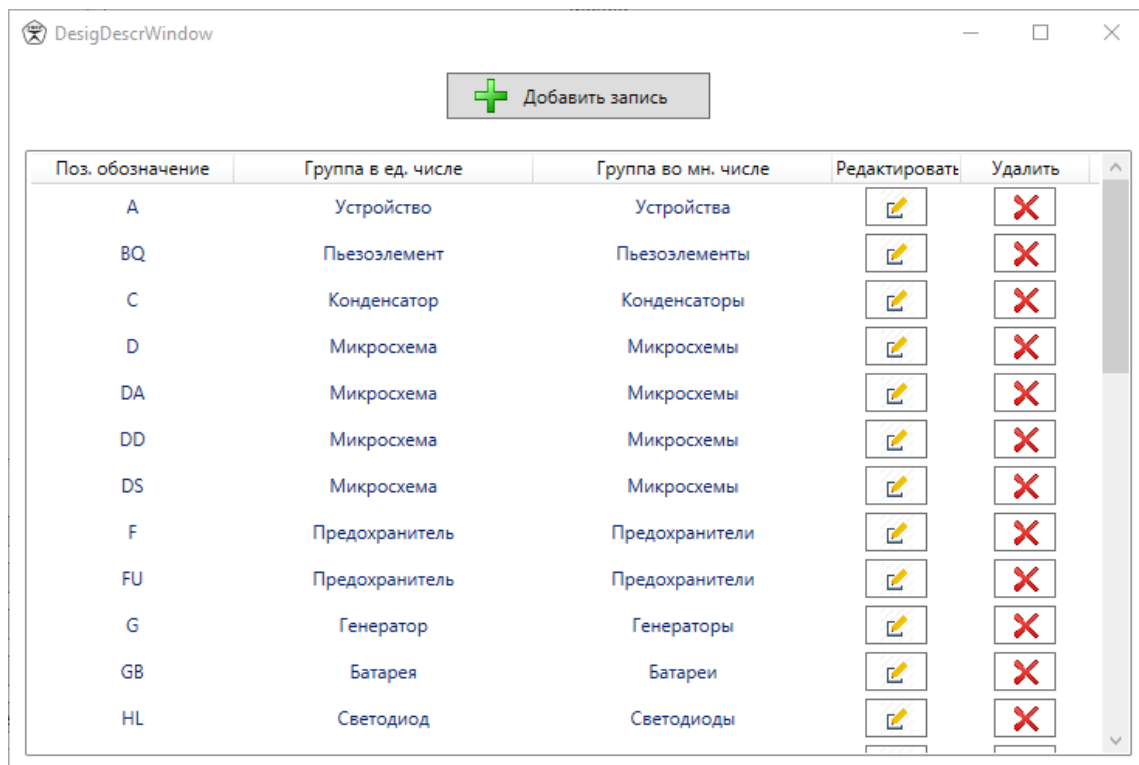

Рисунок 13
10) Кнопка «Поз. обозначения» позволяет добавлять и изменять названия категорий компонентов в зависимости от принятого в организации стандарта (рисунок 13).